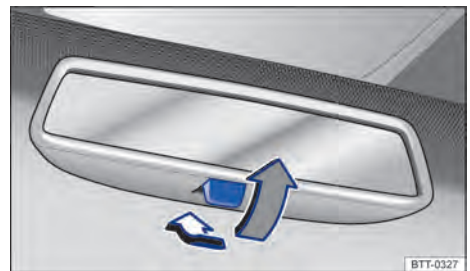

Fig. 116 No para-brisa: espelho retrovisor interno com antiofuscante manual.
- Para evitar o ofuscamento, puxar a alavanca para trás → Fig. 116.